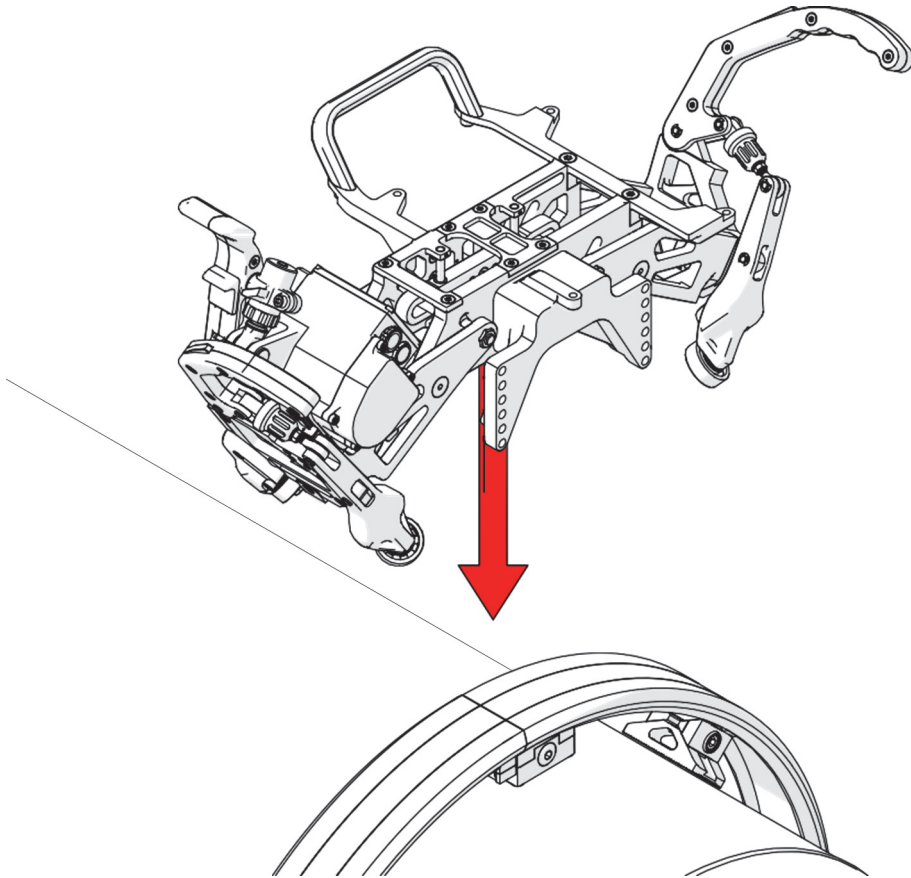

Figura 1-33 Montaje del transportador de motor en la banda
3. Descienda el transportador de motor sobre la banda circunferencial (ver Figura 1-33 en la página 51).